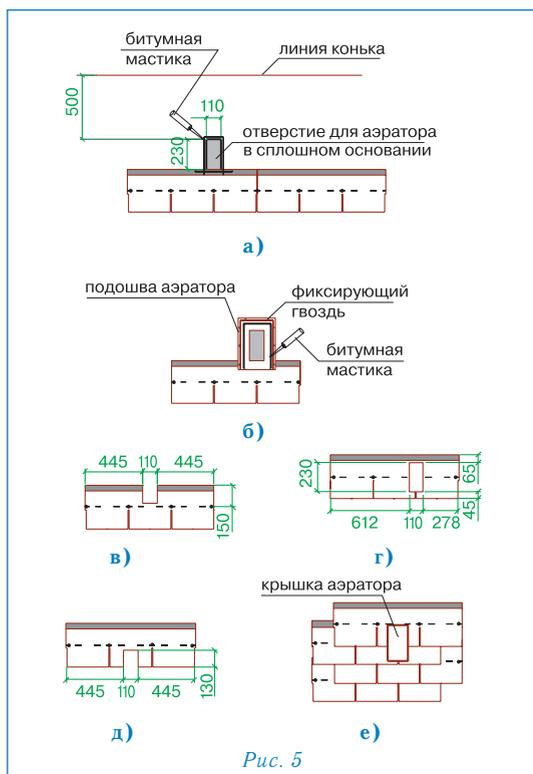

Рис. 5
Установка аэратора (рис. 5)
- В сплошном основании кровли прорезается отверстие 11×23 см, расположенное согласно рис. 5а;
- корпус аэратора устанавливается поверх отверстия и фиксируется гвоздями из нержавеющей стали; по верхней и боковым сторонам подошвы корпуса также наносится битумная мастика (рис. 5б);
- при укладке последующих трех рядов черепицы подошва аэратора закрывается листами ПРЕСТИЖ ЭЛИТ с соответствующими прорезями (рис. 5е);
- на корпус аэратора устанавливается крышка, которая фиксируется нажатием (до щелчка) (рис. 5е).